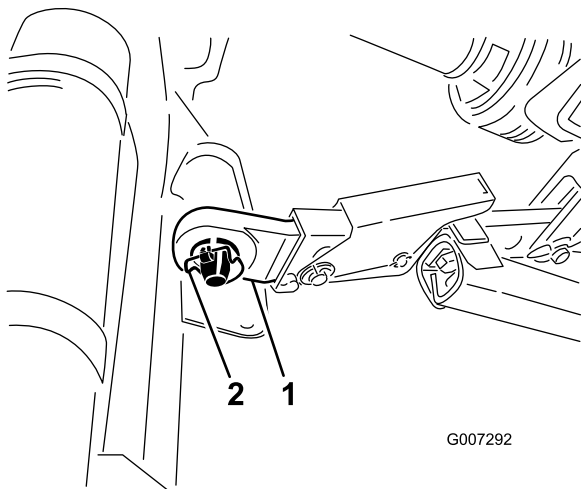

图 6
- 将右下连杆臂和左下连杆臂插到挂钩销上图 6。
- 使用保险销将下连杆臂固定到挂钩销上图 6。